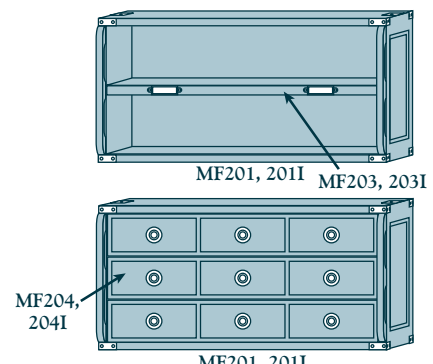

fig. 3 / Abb. 3
**MODULES COMPLÉMENTAIRES :** Un Module Étagère (MF203, 203I) ou jusqu'à trois Modules tiroirs (MF204, 204I) peuvent être incorporés dans le Module Ouvert (MF201, 201I) (fig. 3). Quatre supports d'étagère sont fournis avec le Module Étagère pour maintenir celle-ci.
**ZUSATZ-ELEMENTE:** Ein Einlegeboden (MF203, 203I) oder bis zu 3 Schubladenelemente (MF204, 204I) können zusätzlich in das offene Element (MF201, 201I) eingesetzt werden (Abb. 3). Für den Einlegeboden sind 4 Halterungen beigelegt.